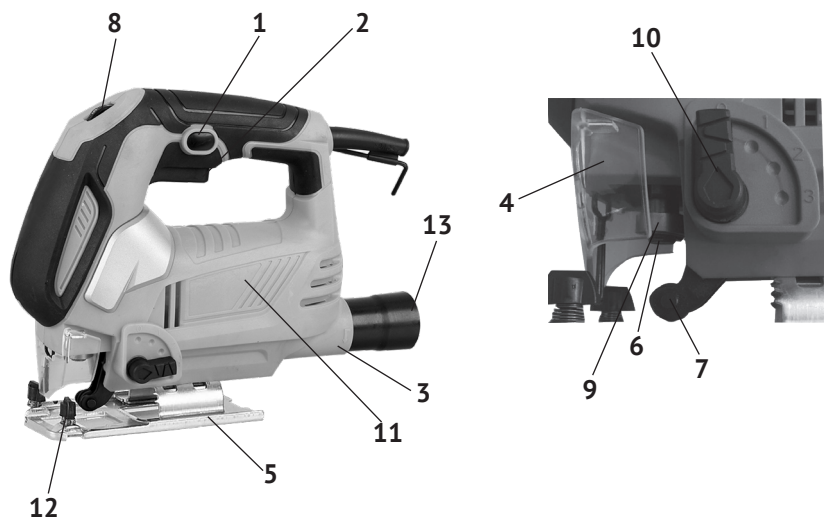

рис.1
1.6 Общий вид лобзика представлен на рис.1
1.7 Коллекторный двигатель и приводной механизм лобзика расположены в пластиковом корпусе (рис.1 поз.11). Корпус, состоящий из двух половин (правой и левой), выполнен заодно с рукояткой, расположенной сверху. Крутящий момент с якоря электродвигателя, посредством встроенного эксцентрикового механизма преобразуется в возвратно-поступательное движение верхней направляющей штока. На нижней направляющей штока расположен пилкодержатель (рис.1 поз.6), в который крепится пила. Лобзик имеет Т – образное крепление пилы.
Переключатель маятникового хода (рис.1 поз.10) имеет 4-е фиксированных положения: «0» - вертикальное пиление, «1», «2», «3» - всё более увеличивающееся отклонение от вертикали. Маятниковый ход в режимах «1», «2», «3» применяется для улучшения эффективности резания мягких (древесина, пластмасса и т.п.) материалов.
В нижней части опорной плиты (рис.1 поз.5) находятся два винта (головка - внутренний шестигранник). Ослабляя эти винты, устанавливаем боковой наклон корпуса лобзика относительно подошвы (до 45° вправо или влево).
1.8 Клавиша выключателя (рис.1 поз.2) расположена в нижней части рукоятки. Включение лобзика осуществляется нажатием на клавишу выключателя указательным пальцем. Фиксация клавиши в рабочем положении, осуществляется кнопкой (рис.1 поз.1), расположенной слева на рукоятке. При повторном нажатии на клавишу, кнопка фиксации и клавиша (со щелчком) возвращается в исходное положение - выключено.
Диск регулятора скорости (рис.1 поз.8) расположен сверху, в передней части рукоятки. С его помощью устанавливается необходимая скорость хода пильного полотна.
1.9 В комплект поставки входит параллельный упор с метрической разметкой. Упор крепится в пазах регулируемой подошвы двумя винтами (рис.1 поз.12) перед пилкой. Выставив упор (справа или слева от лобзика), на отмеченном по шкале расстоянии, можно проводить рез, параллельно края заготовки.
- поднять вверх пластиковый защитный кожух (рис.1 поз.4);
- повернув вокруг своей оси втулку (рис.1 поз.9), расфиксировать пилкодержатель (рис.1 поз.6);
- вставить снизу пилку (зубцами вперёд) в пилкодержатель (рис.1 поз.6) так, чтобы задняя часть полотна попала в паз направляющего ролика (рис.1 поз.7);
- для удаления пыли из зоны резания используйте пылесос, присоединив его к патрубку пылеотвода (рис.1 поз.3);
При выборе скорости движения пильного полотна необходимо оценить материал заготовки. Чем твёрже распиливаемый материал, тем ниже скорость, устанавливаемая регулятором (рис.1 поз.8).